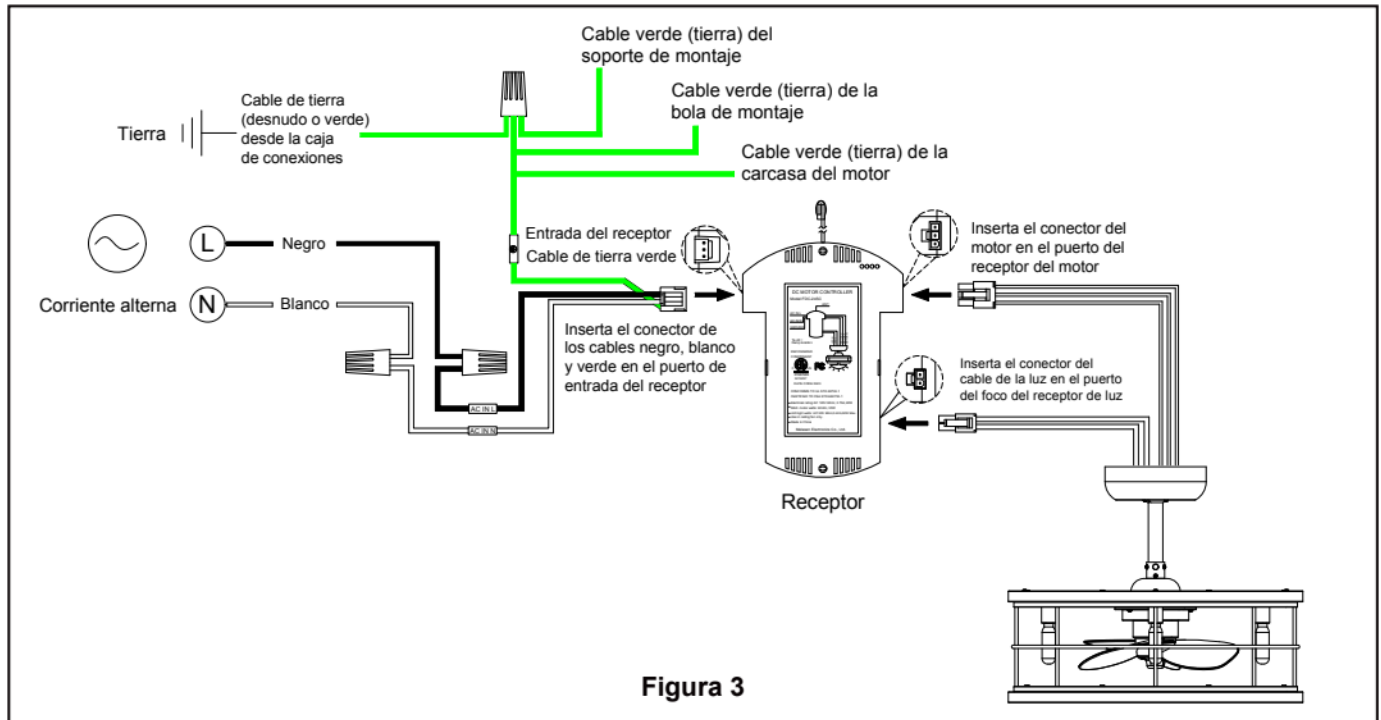

Figura 3
2. Conecta los cables verdes del cable de tierra del receptor (entrada "Green"), del soporte de montaje, de la bola de montaje y de la carcasa del motor al cable desnudo (tierra) usando un conector para cables. Conecta el cable negro de la entrada del receptor marcado como "AC IN L" al cable negro (no conectado a tierra) de alimentación, usando un conector para cables. Conecta el cable blanco de la entrada del receptor marcado como "AC IN N" al cable blanco (conectado a tierra) de alimentación, usando un conector para cables. Conecta el cable del conector del motor a la salida del receptor correspondiente al conector hembra del motor. Conecta el cable del conector de luz a la salida del receptor correspondiente al conector hembra de luz. (Figura 3)